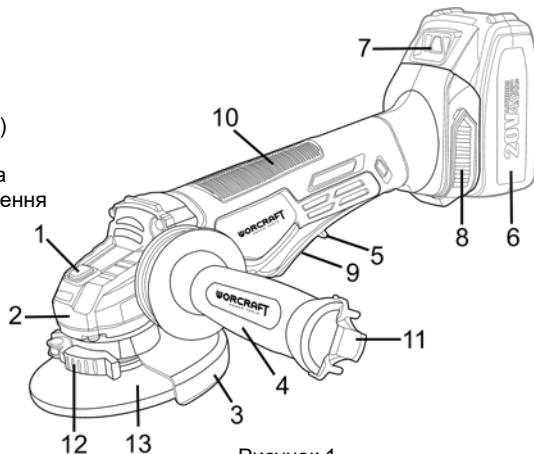
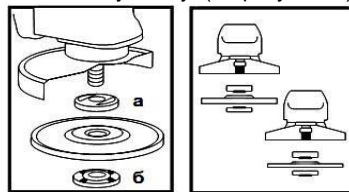

Рисунок 1
Рисунок 2
**4.2 Міцно встановіть передню рукоятку (4, рисунок 1) у відповідний різьбовий отвір.**
**4.3 Встановіть захисний кожух (3, рисунок 1) у потрібне положення залежно від виду роботи та диска, що використовується.**
**4.4 Встановіть на виріб абразивний диск. Для цього натисніть на кнопку блокування шпинделя (1, рисунок 1) і перевірте диск до такого положення, при якому він заблокується. За допомогою фланцевого ключа з комплекту постачання, відверніть і зніміть затискну гайку (б, рисунок 2). Встановіть абразивний диск на посадкове місце фланцевої шайби (а, рисунок 2), наживіть рукою затискну гайку на шпиндель і затягніть її за допомогою фланцевого ключа з комплекту постачання. Відпустіть кнопку блокування шпинделя та переконайтеся в тому, що вона вивільнена, шляхом дво- або триразового натискання. Перевірте диск і впевніться, що шпиндель розблокований. При встановленні диска з утопленням центром завжди розміщуйте його випуклою стороною до фланцевої шайби (дивіться рисунок 2).**
**4.9 Не перевантажуйте виріб. Слідкуйте за температурою корпусу редуктора (2, рисунок 1) та двигуна, яка не повинна перевищувати 70 °С. Якщо виріб нагрівся, дайте йому можливість кілька хвилин попрацювати без навантаження. При роботі дотримуйтеся циклічності: 15 хвилин роботи – 10 хвилин перерви (або час, необхідний для охолодження двигуна та редуктора).**
- зніміть знімні фільтрувальні сітки (8, рисунок 1);
- вставте фільтрувальні сітки (8, рисунок 1) у відповідні місця.